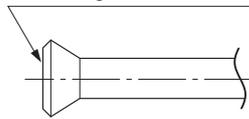

Abb. 1
- Verwenden Sie beim Anschließen der Rohrleitungen an das Klimagerät einen Schraubenschlüssel und einen Drehmomentschlüssel wie in **Abb. 1** dargestellt.